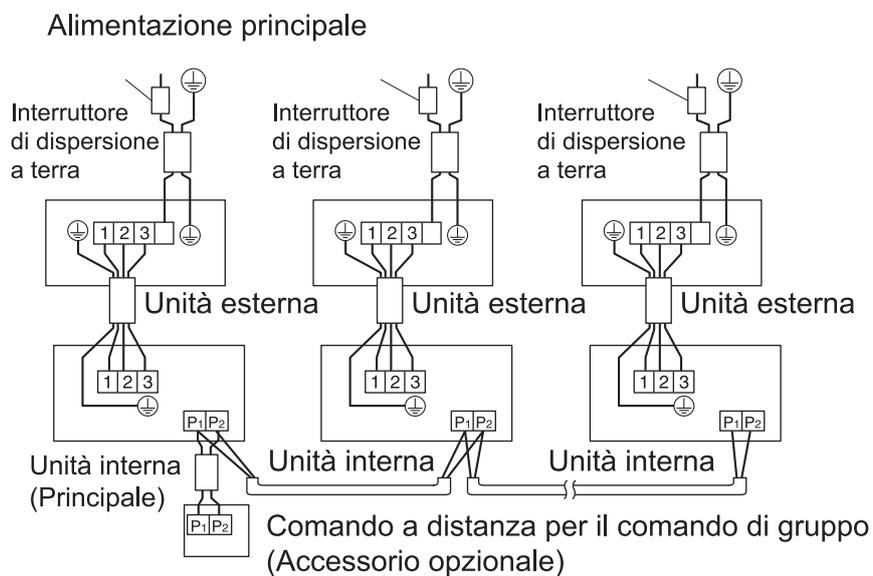

Fig. 35
- **Comando di gruppo:** 1 comando a distanza che controlla fino a 16 unità interne (tutte le unità interne funzionano in conformità con il comando a distanza). **(Fare riferimento alla Fig. 35)**
- (1) Rimuovere il coperchio della scatola di controllo. (consultare "9. MODALITÀ DI ESECUZIONE DEI COLLEGAMENTI ELETTRICI ED ESEMPIO DI COLLEGAMENTO").
- (2) Posare degli attraversamenti tra i terminali (P1, P2) nella scatola di controllo per il comando a distanza. (Non esiste polarità). **(Fare riferimento alla Fig. 35 e alla Tabella 4)**